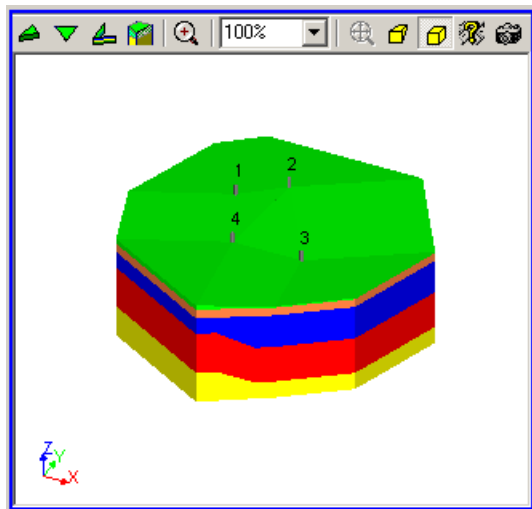

Рис.11.5.5. Плавающее окно 3D-вид
- В окне **3D-вид** (рис. 11.5.5) выполните следующие действия: